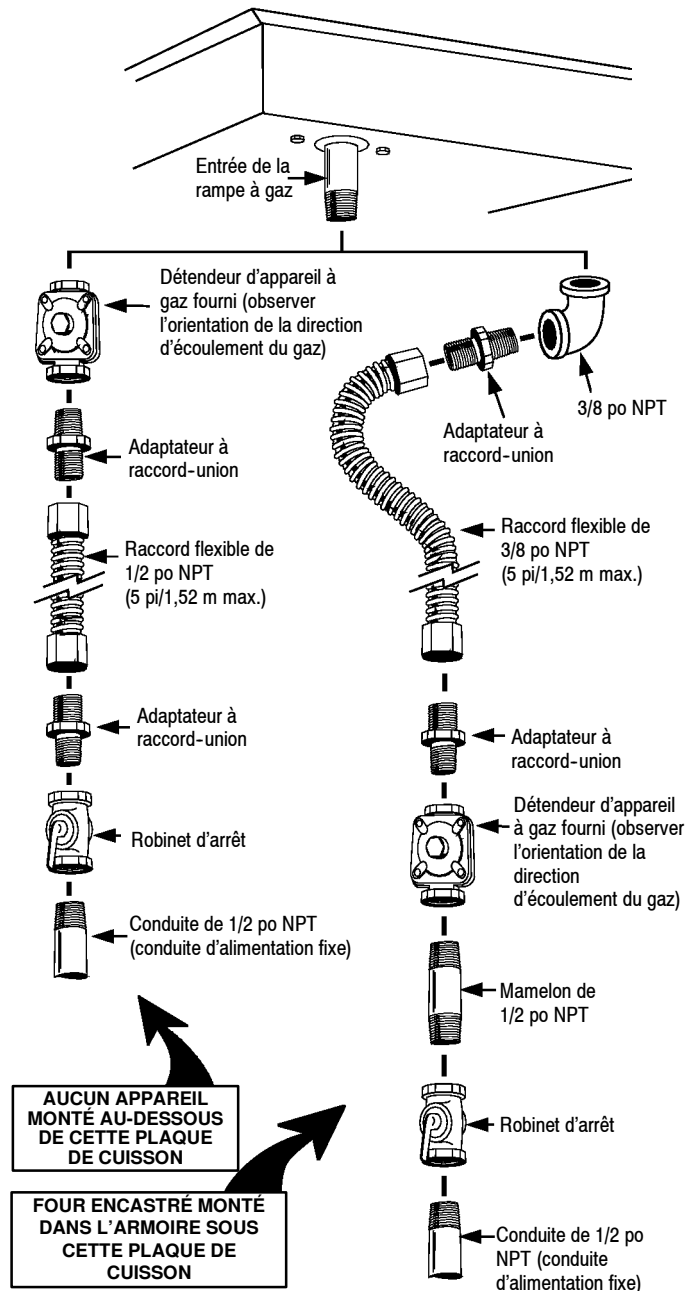

FIGURE 5
- Si la méthode alternative montrée à la figure 5 est sélectionnée, aucun raccord-union n'est nécessaire. (Le raccord flexible illustré offre les joints de raccord nécessaires pour permettre les interventions de service après-vente.) En cas de présence d'une cloison, si un raccord flexible est utilisé, il est recommandé, pour plus de commodité à la pose comme pour le service après-vente, que le raccord flexible traverse la cloison. **Tout raccord flexible utilisé avec cet appareil doit satisfaire aux conditions indiquées dans le texte qui accompagne la figure 5.**
Sauf si les codes et règlements locaux l'interdisent, un raccord flexible métallique neuf certifié A.G.A. peut être utilisé pour raccorder cet appareil à l'alimentation en gaz. Le raccord flexible ne doit pas faire plus de 5 pieds (1,52 m) de long. Tel qu'illustré à la figure 5, utiliser un adaptateur à raccord-union approprié à chaque extrémité du raccord flexible. Si un raccord flexible est utilisé, veiller à ce que le détendeur de l'appareil et le robinet d'arrêt soient raccordés solidement à une autre conduite rigide permanente (conduite de gaz ou rampe à gaz de l'appareil) de façon à conserver une position fixe. Voir l'illustration ci-dessous :